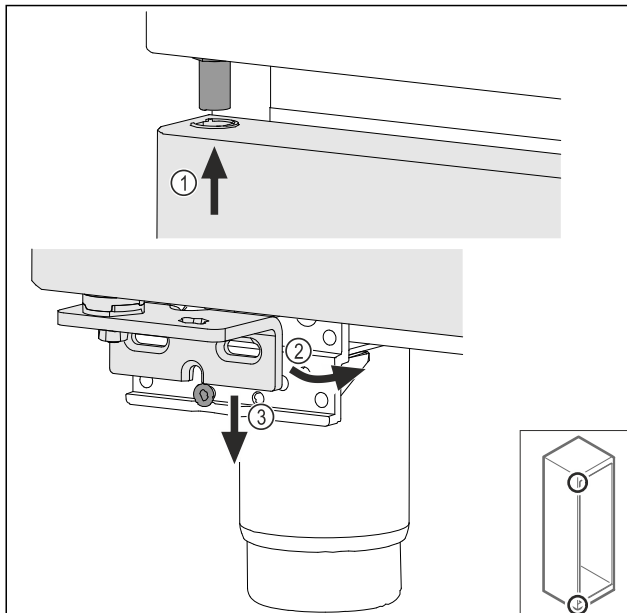

Fig. 70
- Liitä ovi ylhäällä hieman kallistettuna Fig. 70 (1), suuntaa ovi suoraan Fig. 70 (2) ja aseta alhaalla laakerijalustan ruuvit Fig. 70 (3) päälle.